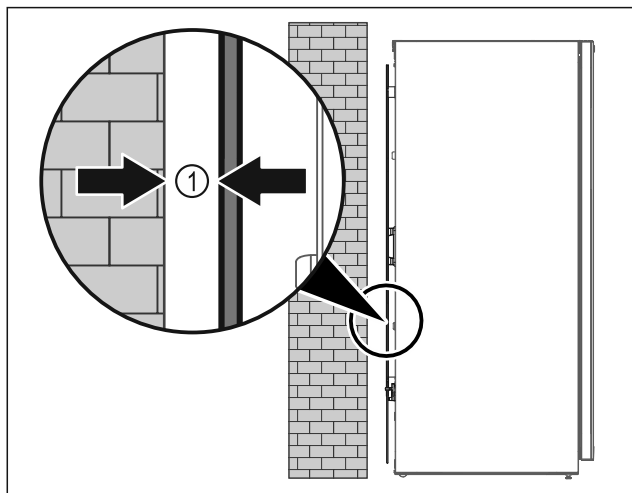

Fig. 10
- ▶ Aparat postavite na poljubno mesto v prostoru ali neposredno ob steno z minimalnim odmikom 5 mm Fig. 10 (1).